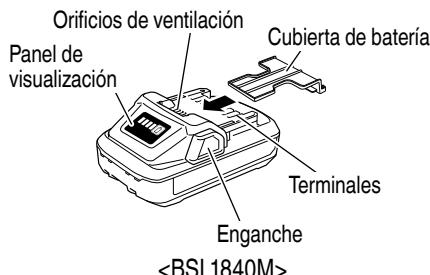

Fig. 3
- **Instale el paquete de baterías en la herramienta eléctrica o almácenelo presionando la cubierta de baterías hasta que se oculten los orificios de ventilación para evitar cortacircuitos. (Ver Fig. 3).**